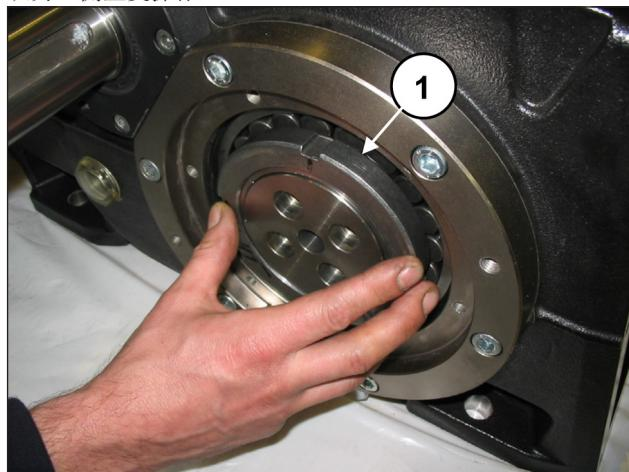
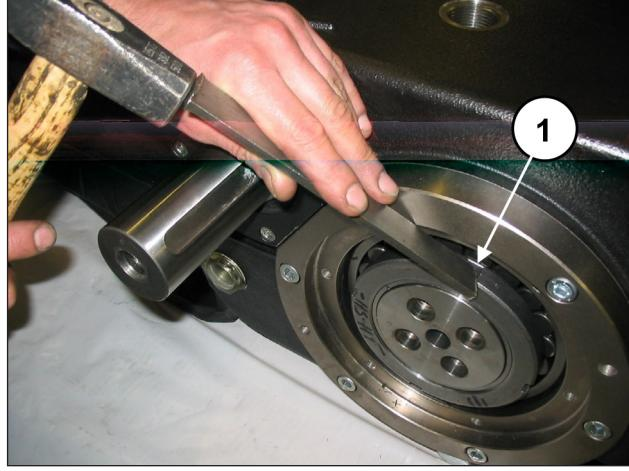

图 15
图 16
在一侧，将SKF KM20型环形螺母拧到压力套筒上(位置①，图 15)，然后用锤子(位置①，图 16)松开套筒，不要将其拉出。